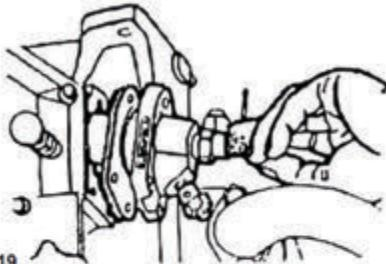

Рис. 19
- Открутите три болта, фиксирующие впрыскивающий насос, и снимите насос. После этого отрегулируйте впрыск топлива, увеличив количество регулировочных шайб. Обычно, добавление или снятие одной регулировочной шайбы толщиной 0,1 мм приводит к опережению или задержке впрыска на 1° (См. Рис.19).